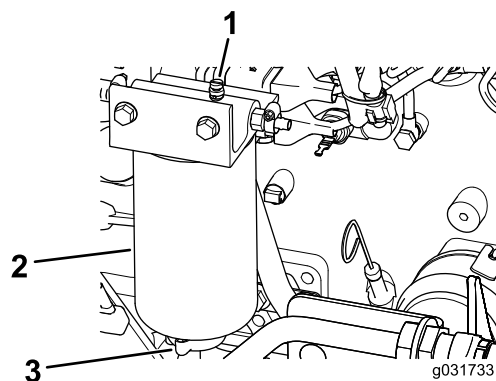

Figura 98
2. Liberte a válvula de escoamento que se encontra na zona inferior do filtro (Figura 98).
2. Drene algum combustível ao desapertar o tampão de ventilação e abra a válvula de drenagem (Figura 98).